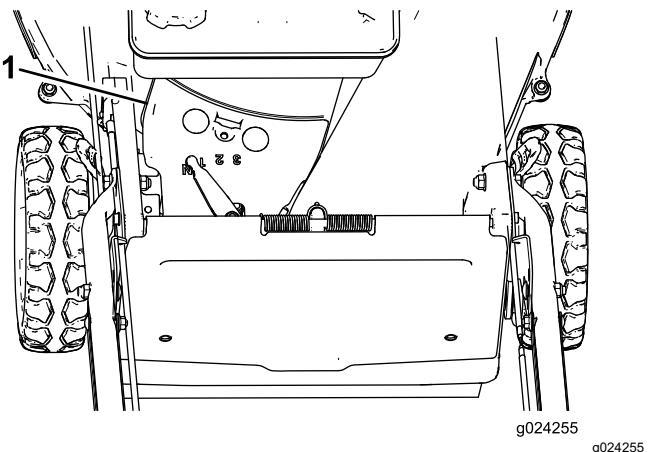

Figura 38
3. Staccate il copricinghia (Figura 38) dalla scocca del tosaerba.